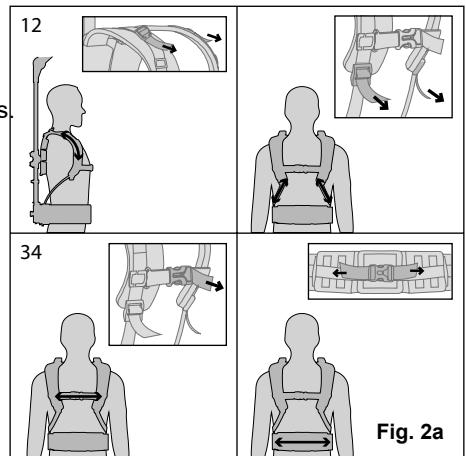

Fig. 2a
- Ajustez les bretelles selon vos préférences personnelles. (Fig. 2a)